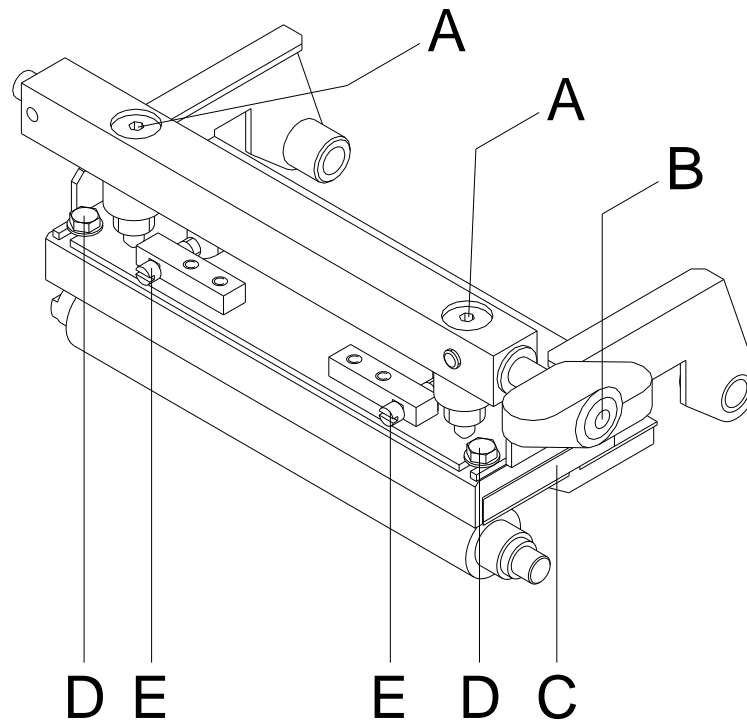

Abbildung 17
1. Schrauben (D, Abbildung 17) mit einem Sechskantschlüssel (SW 5) ca. ¼ Umdrehung lösen.
2. Parallelität mit den Stellschrauben (E, Abbildung 17) einstellen.
4. Schrauben (D, Abbildung 17) wieder anziehen.
1. Andruckschrauben (A, Abbildung 17) drehen, um den Druckkopfandruck zu verändern.
2. Drehen der Andruckschrauben (A, Abbildung 17) im Uhrzeigersinn ergibt eine Andruckerhöhung.
3. Drehen der Andruckschrauben (A, Abbildung 17) gegen den Uhrzeigersinn ergibt eine Andruckverringerung.